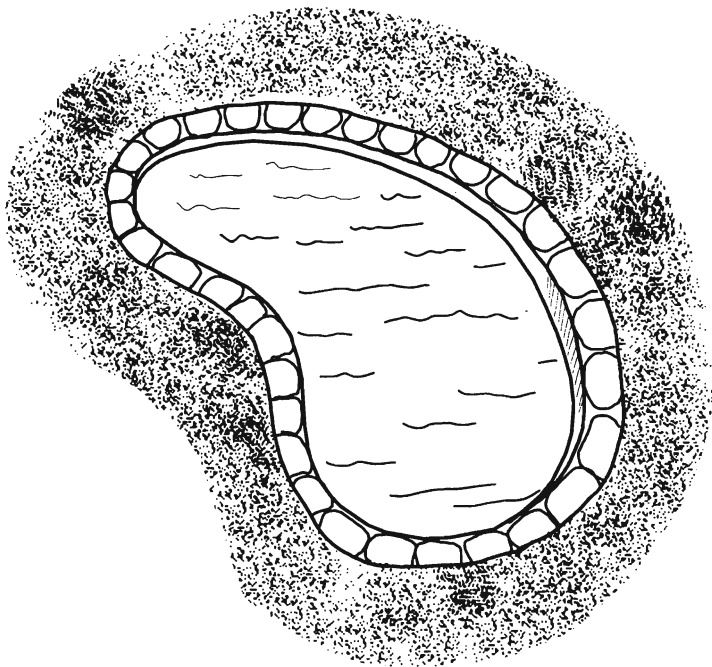

Рис. 5. Оформление верхней линии котлована
*Этап V.* Пространство вдоль линии водоема выкладывают камнем, кирпичом, декоративными плитами (рис. 5).